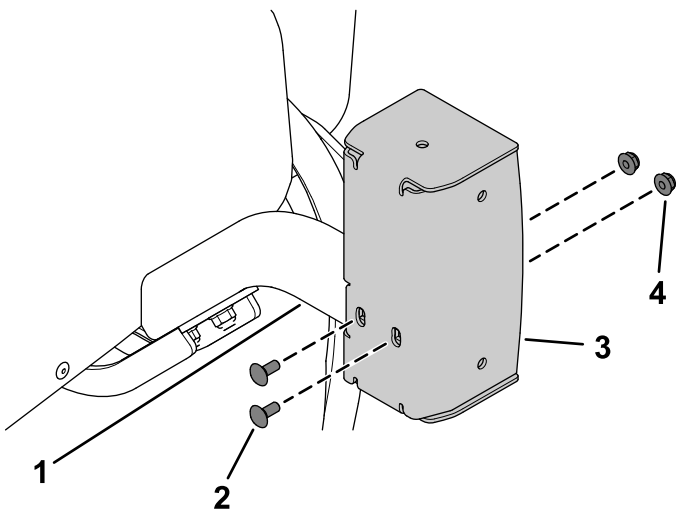

**Figuur 23**
- Bevestig de korte linker montagerail en de rechter korte of lange montagerail aan de linker montagerail en de rechter montagerail; gebruik hiervoor 4 slotbouten (5/16 inch x 3/4 inch) en 4 flensmoeren (5/16 inch) zoals getoond in Figuur 23.